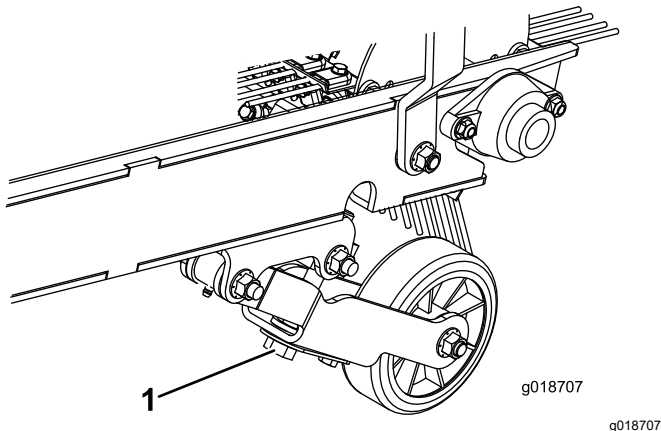

图 10
- 旋转深度调节螺栓直至耢耙可以轻轻接触到草坪草的顶部。如果安装了清扫机 清扫机应与草坪表面轻轻接触。当清扫机运转时表面接触宽度应该是整个清扫机长度的约 25mm 宽图 10。